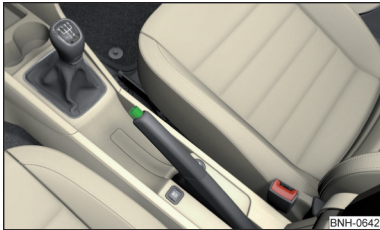

Abb. 102
- Den Handbremshebel etwas hochziehen **und gleichzeitig** den Sperrknopf » Abb. 102 hineindrücken.